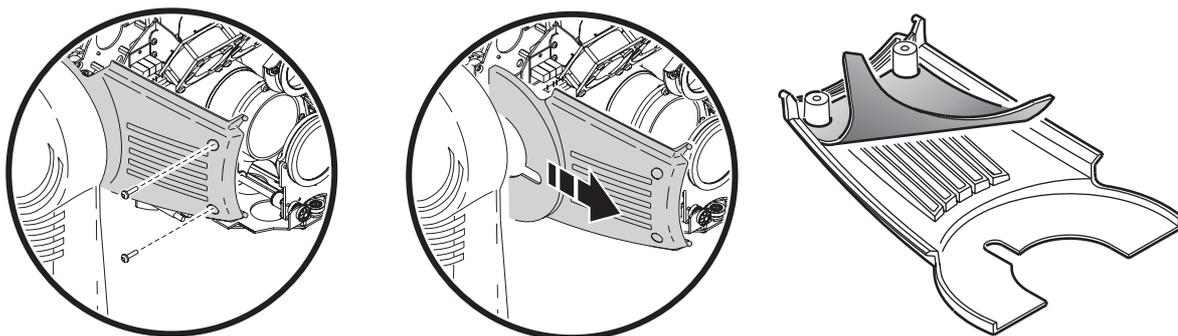

Bild 18: Austauschen der Luftfilter
6. Siehe Bild 18. Lösen Sie auf beiden Seiten des Kopfes beide Schrauben zur Befestigung der seitlichen Abdeckungen. Ziehen Sie die Abdeckungen nach vorne, um sie abzunehmen. Lösen Sie die Filterrahmen und inspizieren Sie die Luftfilter. Wenn die Filter verschmutzt sind, waschen Sie die Filter in warmer Seifenlauge aus und vollständig trocknen. Legen Sie die Filter in die Seitenabdeckungen und montieren Sie die Abdeckungen, siehe Bild 18.